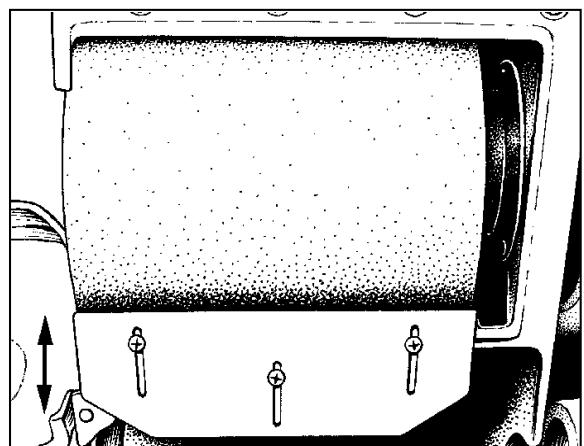

Figure 15
5. Alignez le patin à poussière sur le châssis et serrez les vis. (voir Figure 15)